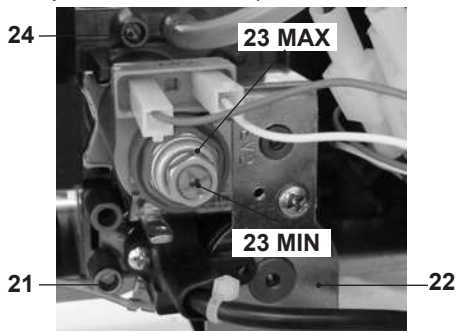

Fig. 7.10
- Confrontare il valore di pressione misurato con quello indicato nelle tabelle "Pressione gas massima al bruciatore" Fig. 7.11 e Fig. 7.12. Per tarare la pressione al bruciatore agire sul dado esagonale grande in ottone dell'operatore modulante 23 MAX in Fig. 7.10 (ruotando in senso orario la pressione aumenta).
ciatore agire sulla vite in plastica (23 MIN. in Fig. 7.10) tenendo fermo il dado esagonale in ottone grande (23 MAX. in Fig. 7.10) dell'operatore modulante (ruotando in senso orario la pressione aumenta).
- **Chiudere molto bene la presa di pressione 24 in Fig. 7.10.**
- Aprire la presa di pressione in Fig. 7.10 e collegare un manometro.
- Chiudere bene la presa di pressione 24 indicata in Fig. 7.10.